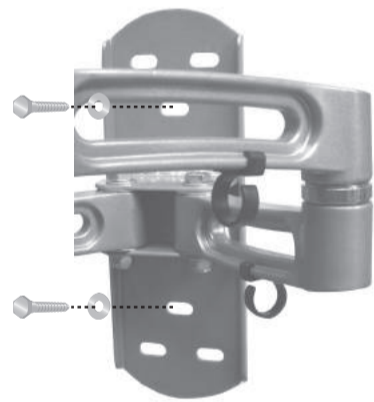

Fig. 1 - Attaccare la placca alla parete
- Posizionare di nuovo il supporto addosso alla parete e fissarlo usando le Viti a punta (Q) e le Rondelle per viti a punta (R) fornite (vedi Fig. 1). Non avvitare eccessivamente queste viti e non rilasciare il supporto prima di aver inserito tutte le viti.
- Inserire uno Stop per muro di cemento (P) in ogni buco in modo che sia fissato alla superficie in cemento. Si può usare un martello per spingere leggermente gli stop nel muro, se necessario.